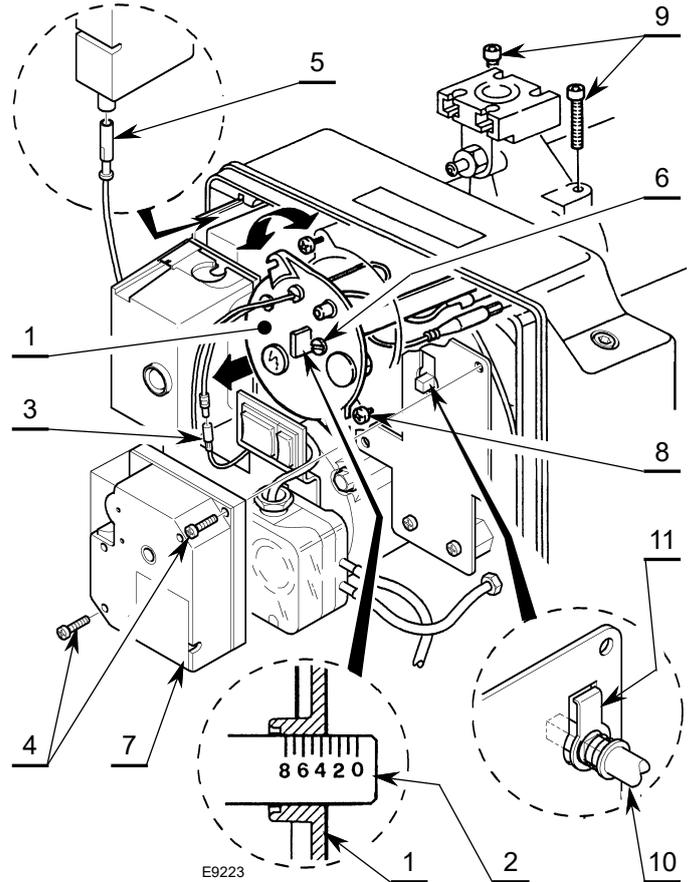

Abb. 11
Sie erfolgt, indem die Stellschraube 6) (Abb. 11) im oder gegen den Uhrzeigersinn gedreht wird, bis die Raste am Stellbügel 2) mit der Außenfläche des Kopfblocks 1) übereinstimmt.
In Abb. 11 ist der Stellbügel für den Kopf auf die Raste 3,5 ge-eicht.
- sicherstellen, dass sich der Stellantrieb 7) (Abb. 11) in der geschlossenen Stellung befindet (**NOCKEN II = 0**);
Die vom Stellantrieb 7) betriebene Drehwelle 10) (Abb. 11) ist mit einem Sicherheitsmechanismus 11) ausgestattet, der eine unbeabsichtigte Drehung während der Wartungsarbeiten verhindert.
- Die Schrauben 9) (Abb. 11) lösen;